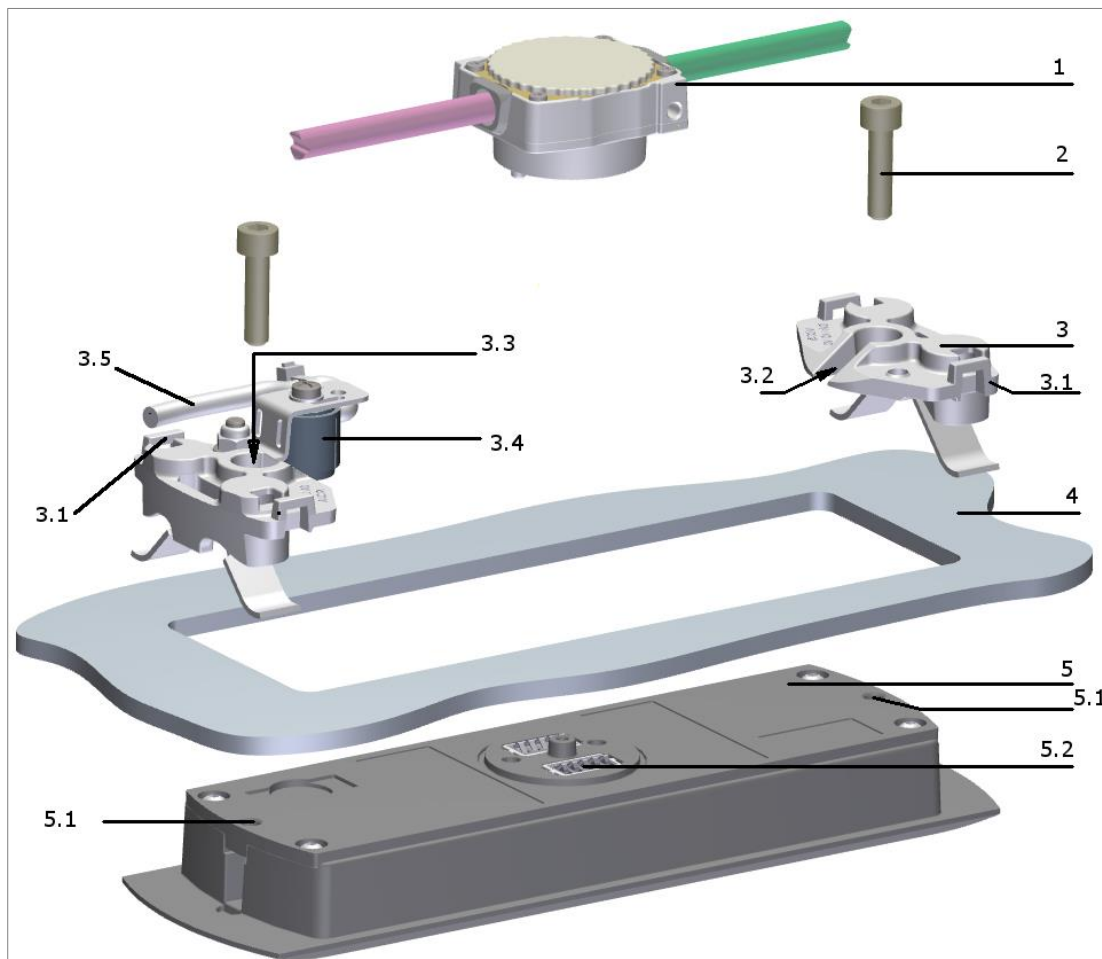

Рис. 2: Исполнение заподлицо: монтаж электромагнита опции «Дверной контакт» с sCON-S
- Монтаж электромагнита опции «Дверной контакт» с коннектором **sCON-S** (см. рис. 2):
Сначала проделайте прямоугольный вырез в панельной обшивке двери (см. также рис. 2). Шаблон для сверления приведен в приложении к данному документу.